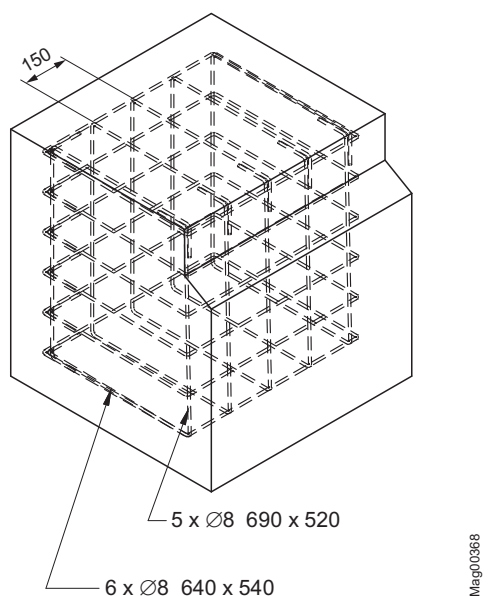

Fig. 13: Armeringsnett Access XL, mål i mm
- Armeringsnett i henhold til figur Fig. 13.
2. Legg armeringsnett i fundamenthullet i henhold til Fig. 13.